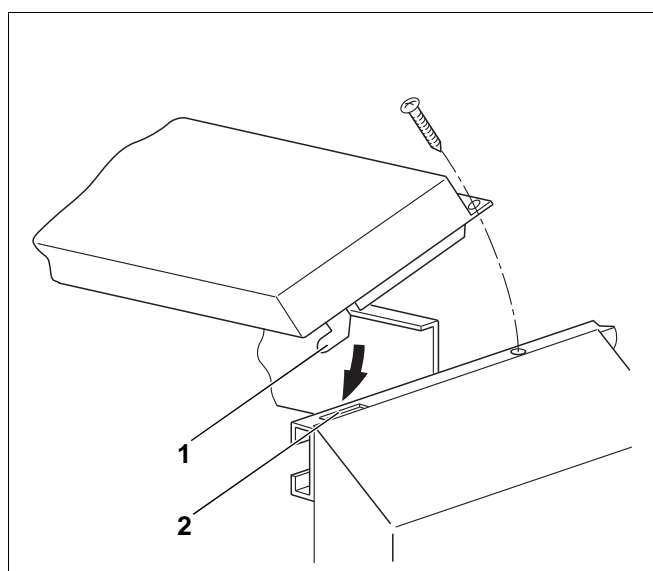
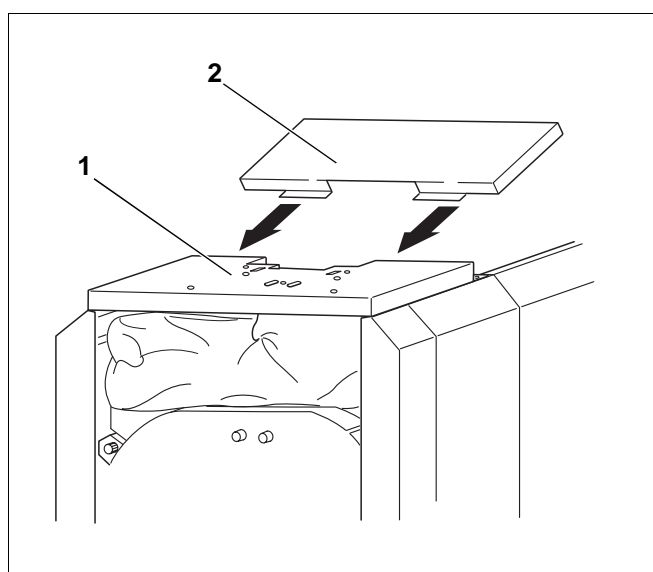

Рис. 43
Рис. 44
- Крюки передней крышки с обозначением "А" (рис. 43, поз. 1) вставить в шлицы продольной траверсы (рис. 43, поз. 2) и сдвинуть вперед.
- Заднюю сторону крышки „А“ закрепить саморезами к продольным траверсам (см. рис. 43 и рис. 44).
- Отбортовку крышки шириной 400 мм с обозначением „D“ (рис. 44, поз. 2) вставить под переднюю крышку (рис. 44, поз. 1).